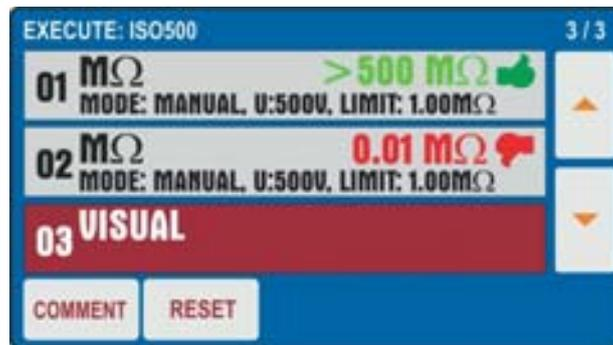

Abb. 48 : AUTO TEST Funktion - Teilergebnistest 02
9. Drücken Sie erneut die **START/STOP-Taste**, um den Test "02" zu beenden. Das Gerät speichert das erste Teilergebnis des Autotests und bereitet sich automatisch auf die Ausführung des nächsten "03" Tests vor (siehe Abb. 48)